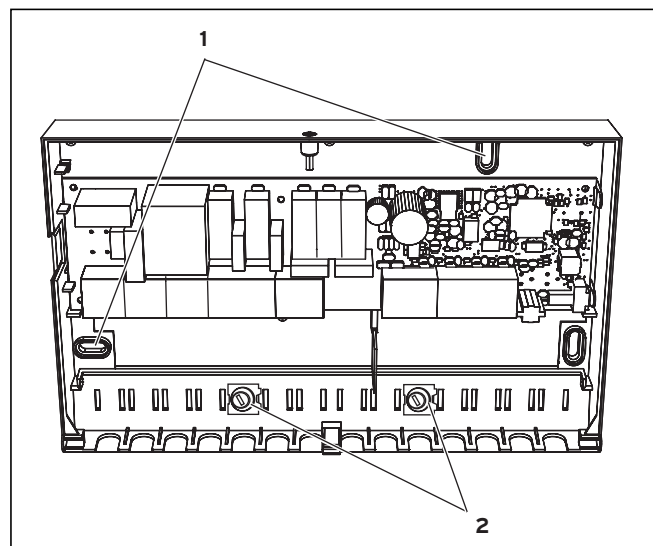

Fig. 5.2 Montering af blandermodul VR 61
- ⇒ Sikr alle ledninger i VR 61 med de vedlagte kabelholdere (se fig. 5.2).